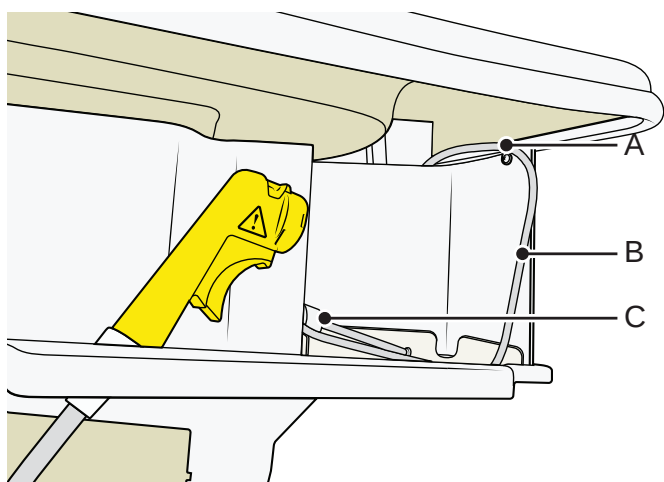

Figure 145
La longueur du tuyau (B) entre le bouchon du flacon de désinfectant (C) et le collier de serrage (A) doit être de $480 \text{ mm} \pm 10 \text{ mm}$ ($24 \text{ po} \pm 0,4 \text{ po}$). Voir Figure 145.